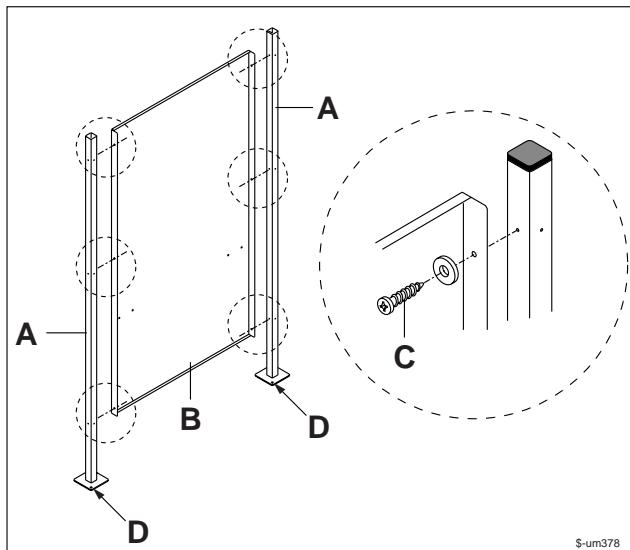

Fig. 4.5.1b
- montare sui piantoni A (Fig. 4.5.1b) i pannelli B tramite le viti C seguendo lo schema in figura 4.5.1d .